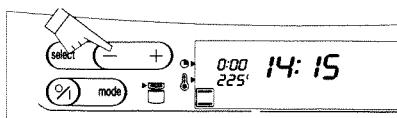

Fig. 6
5. Pulse las teclas  para regular el tiempo de cocción que desee **(fig. 6)**.